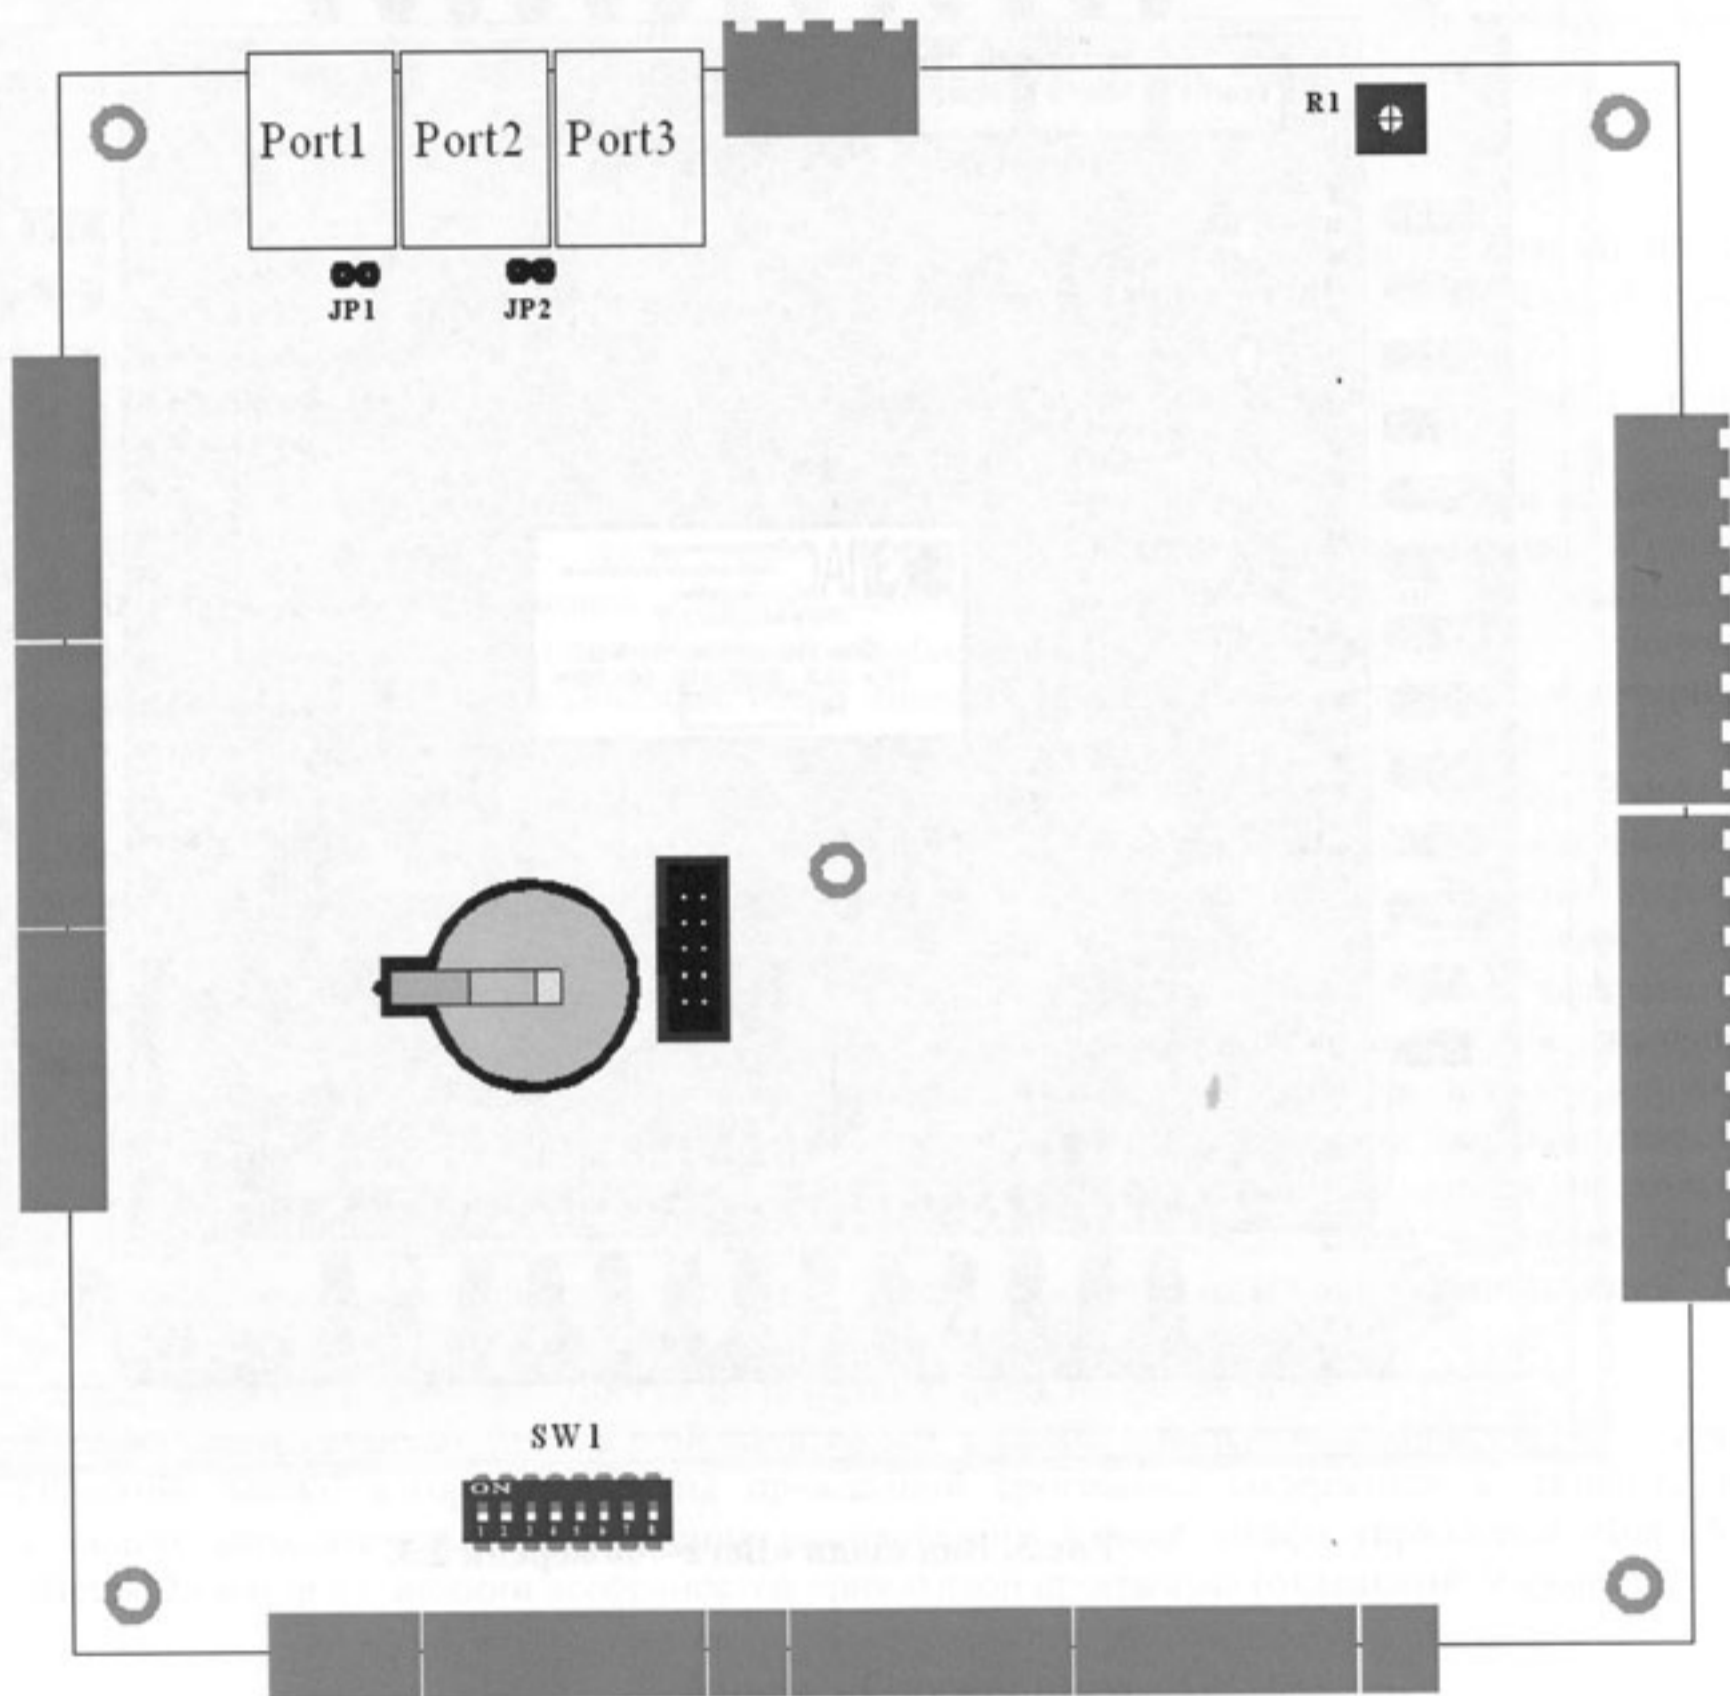

Рис.2. Расположение настроечных элементов на печатной плате «Вега-10» версии 2.3.
4.7. Выбор типа аналогового входа осуществляется DIP - переключателями SW1 (см. рис.2). Положение ON – вход 0-20 мА. Положение OFF – вход 0-10 В.